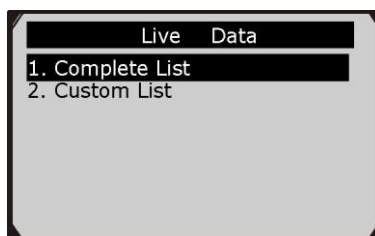

Рисунок 5-11
1) Для просмотра полного набора данных используйте **кнопку прокрутки вверх/вниз**, чтобы выбрать пункт **Complete List [Полный список]** в меню **Live Data [Оперативные данные]**, а затем нажмите **кнопку ОК**. См. рисунок 5-11.
1) Для просмотра пользовательских данных ПИД-регулирования используйте **кнопки прокрутки вверх/вниз**, чтобы выбрать пункт **Custom List [Пользовательский список]** в меню **Live Data [Оперативные данные]**, а затем нажмите кнопку **ОК**. См. рисунок 5-11.